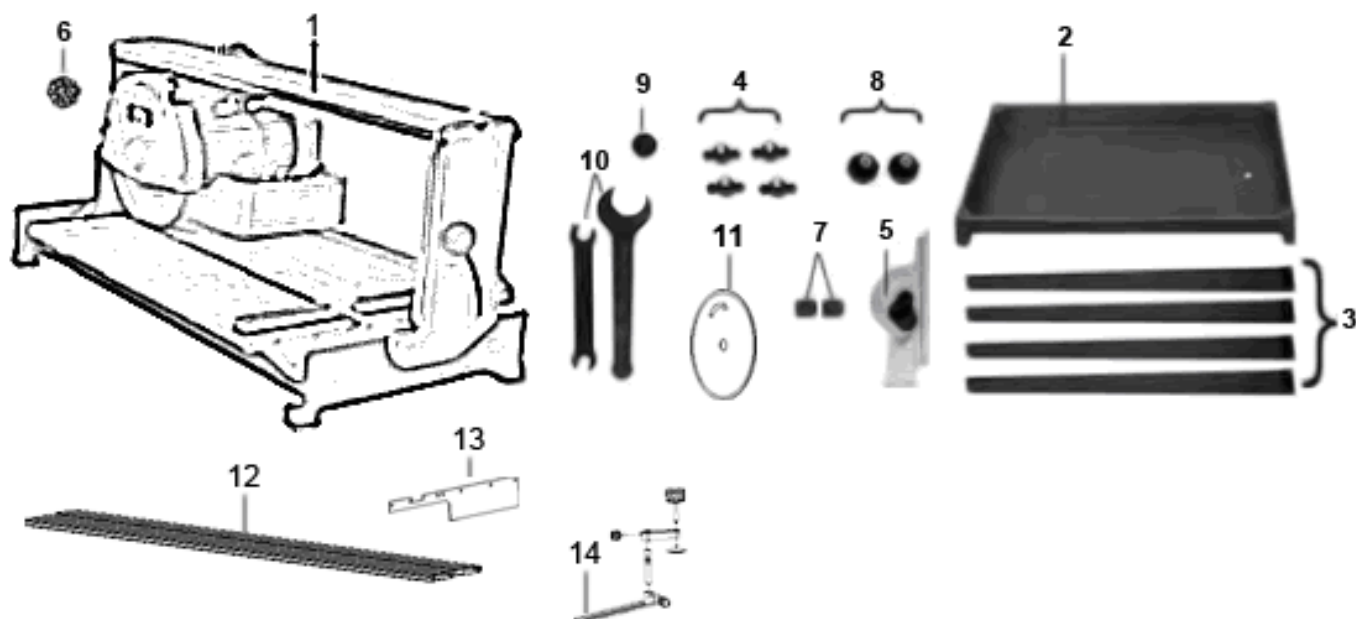

Рис.1
- 5.1. Винтами крепления (4) закрепите ножки (3) к поддону (2) (рис.1).
- 5.2. Вставьте пробку (9) в сливное отверстие поддона (рис.1).
- 5.3. Открутите от основного стола по четыре болта на планках крепления, вставьте в паз дополнительный столик (12) и с помощью дополнительной планки (13) закрепите его (рис.1).
- 5.4. Поместите плиткорез с помпой (1) в поддон (2) (рис.1).
- 5.5. Прикрутите ограничители (7) винтами крепления (8) на направляющей плиткореза (рис.1).
- 5.6. Установите и затяните отрезной диск (11) ключами (10) (рис.1).
- 5.7. Открутите транспортировочный винт (6) (рис.1)